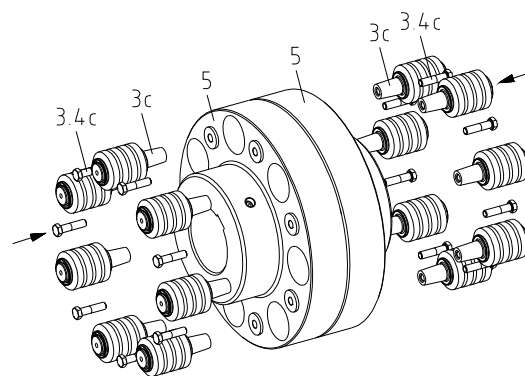

Рис. 22
- Установите пальцы (деталь 3с) в отверстия большего диаметра ступицы (деталь 5) (см. рис. 22)
- Винты с шестигранной головкой (деталь 3.4с) завинтить в пальцы и затянуть с помощью динамометрического гаечного ключа равномерно на момент затяжки, указанный в таблице 6 (см. рис. 22).